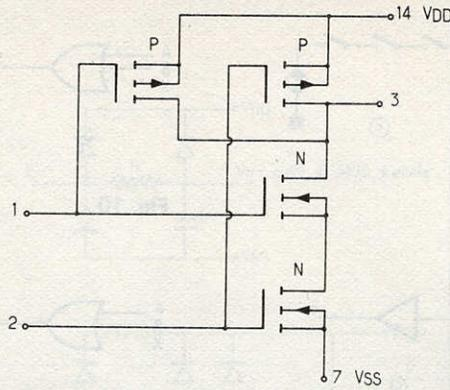

Fig. 16
a) Schéma d'une des portes (fig. 16).
Fig. 16. à 19. – Schéma électrique d'une porte NAND à 2 entrées. Protection d'une de ses entrées. Brochage du CD 4011. Diagramme des temps de transition et de propagation.